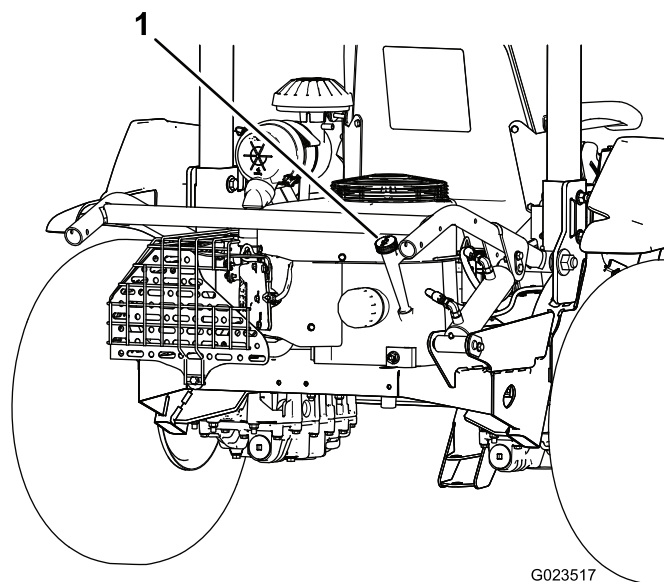
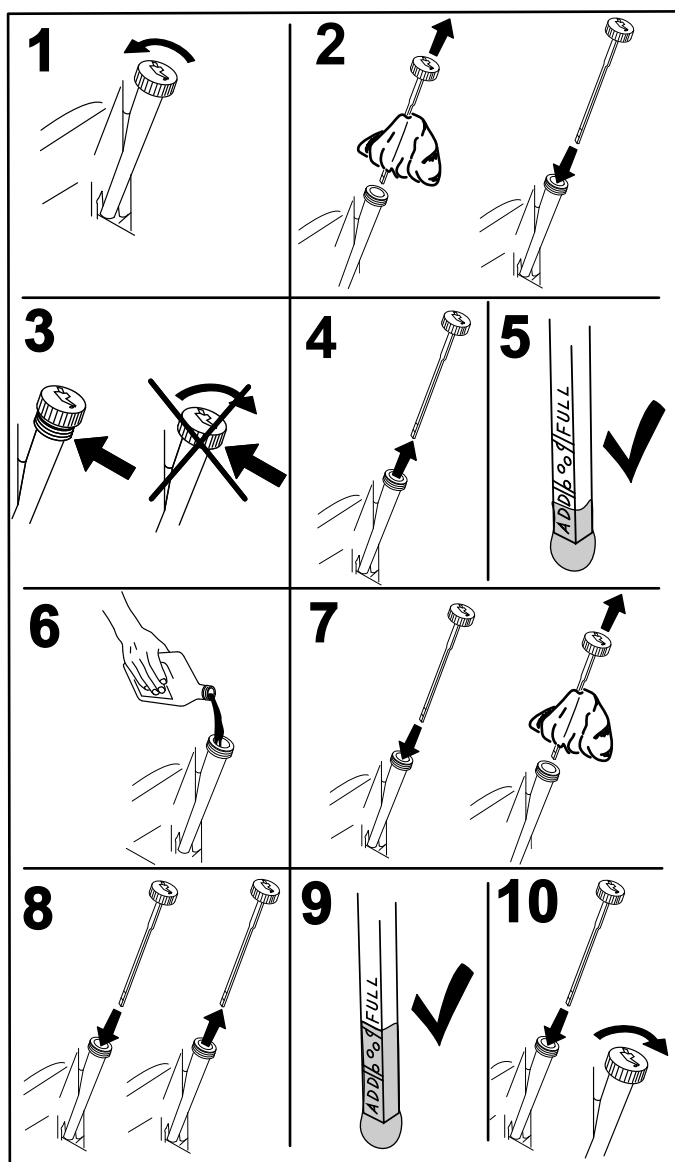

Figura 15
Figura 16
3. Togliete l'asta di livello (Figura 15) ed asciugatela con un panno pulito.Figura 16